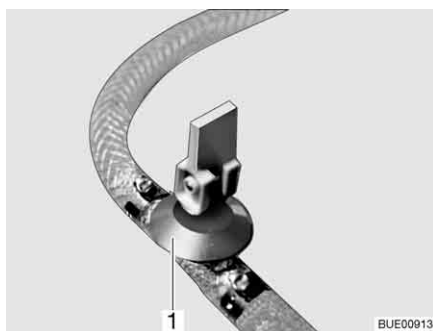
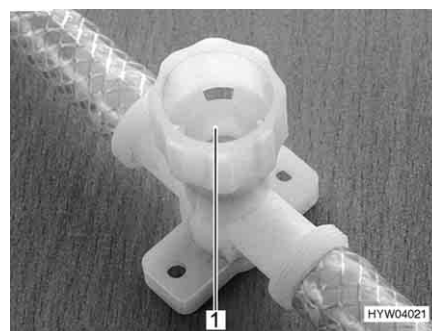

Bild 185 Ablasshahn (mit Kipphebel)
Bild 186 Ablasshahn (mit Drehkappe)
- Alle Ablasshähne schließen. Dazu den Kipphebel des Ablasshahns (Bild 185,1) waagrecht stellen oder die Kappe des Ablasshahns (Bild 186,1) im Uhrzeigersinn drehen.